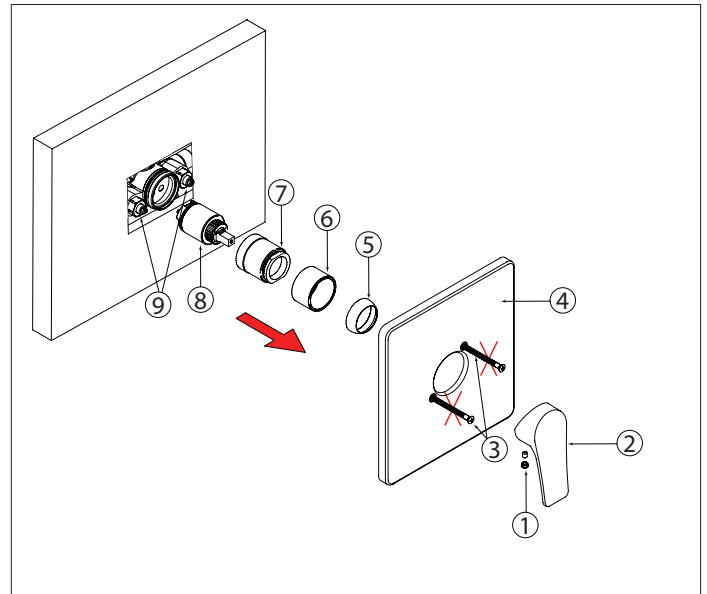

Fig. 12
Remove all the components from (1) to (8) (Fig. 12), discard the 2 screws (3). Then shut-off the two check valves (9) by turning them clockwise with a screwdriver.
Retirer tous les composants de (1) à (8) (Fig. 12), jetez les 2 vis (3). Fermer ensuite les deux valves de service (9) en les tournant dans le sens horaire à l'aide d'un tournevis.